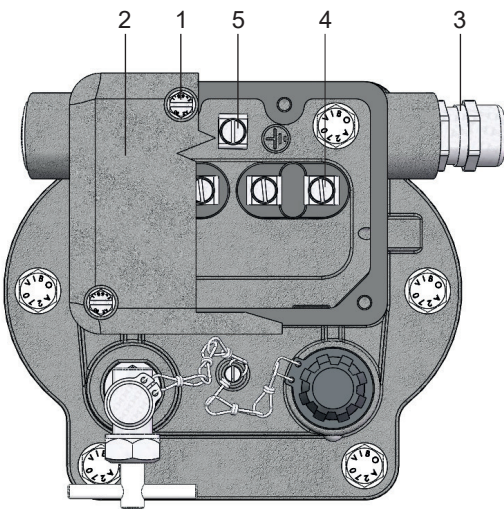

Рис. 14 – электрическое подключение
- Отвинтить винты (рис. 14/ № 1).
- Снять крышку (рис. 14/ № 2).
- Провод ввести через кабельную арматуру (рис. 14/ № 3).
- Присоединить провод к винтовым зажимам (рис. 14/ № 4) (максимальный момент затяжки: 3 Нм).
- Крепко закрутить винты (рис. 14/ № 1) (максимальный момент затяжки: 3 Нм).
Защитный провод (жёлто-зеленая изоляция) присоединить к зажиму заземления (рис. 14/ № 5)(максимальный момент затяжки: 3 Нм)